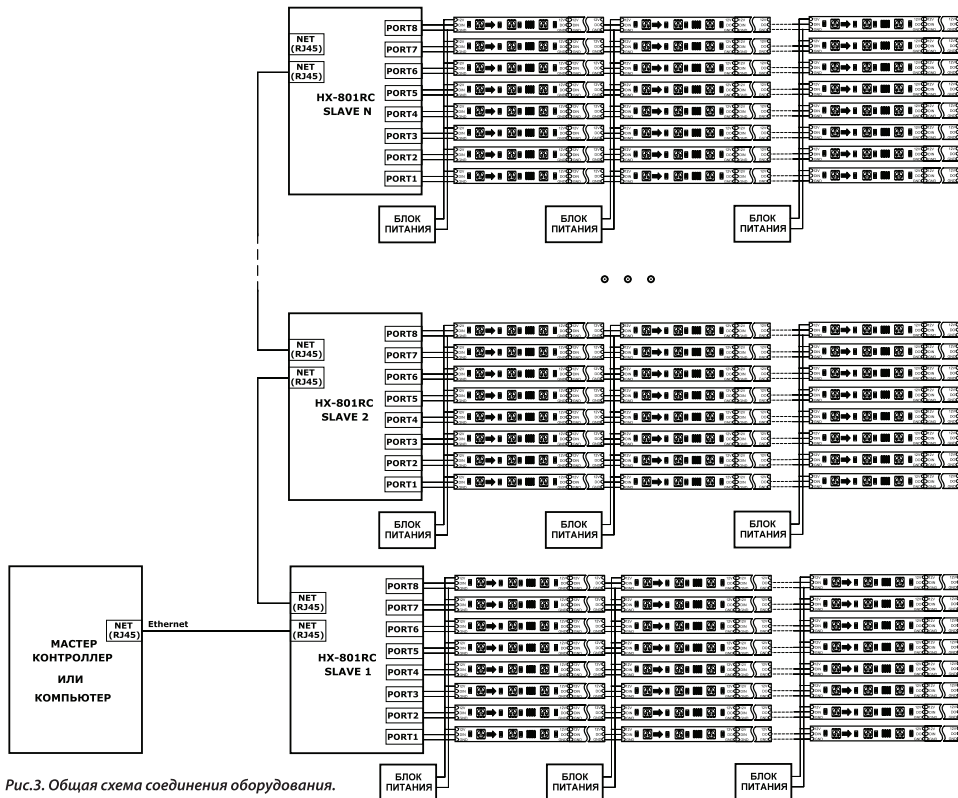

Рис.3. Общая схема соединения оборудования.
- 3.1. Если используется несколько контроллеров HX-801RC, выход первого из них соедините со входом второго и т.д. (Рис.3.)